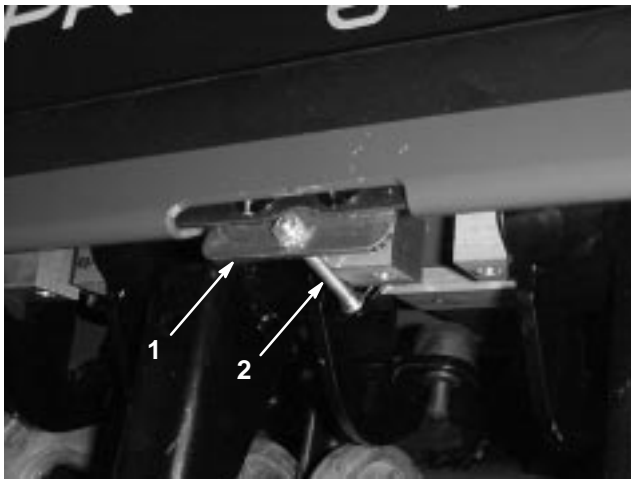

Figure 7
2. Insérez la vis dans la plaque du capot (Fig. 7).